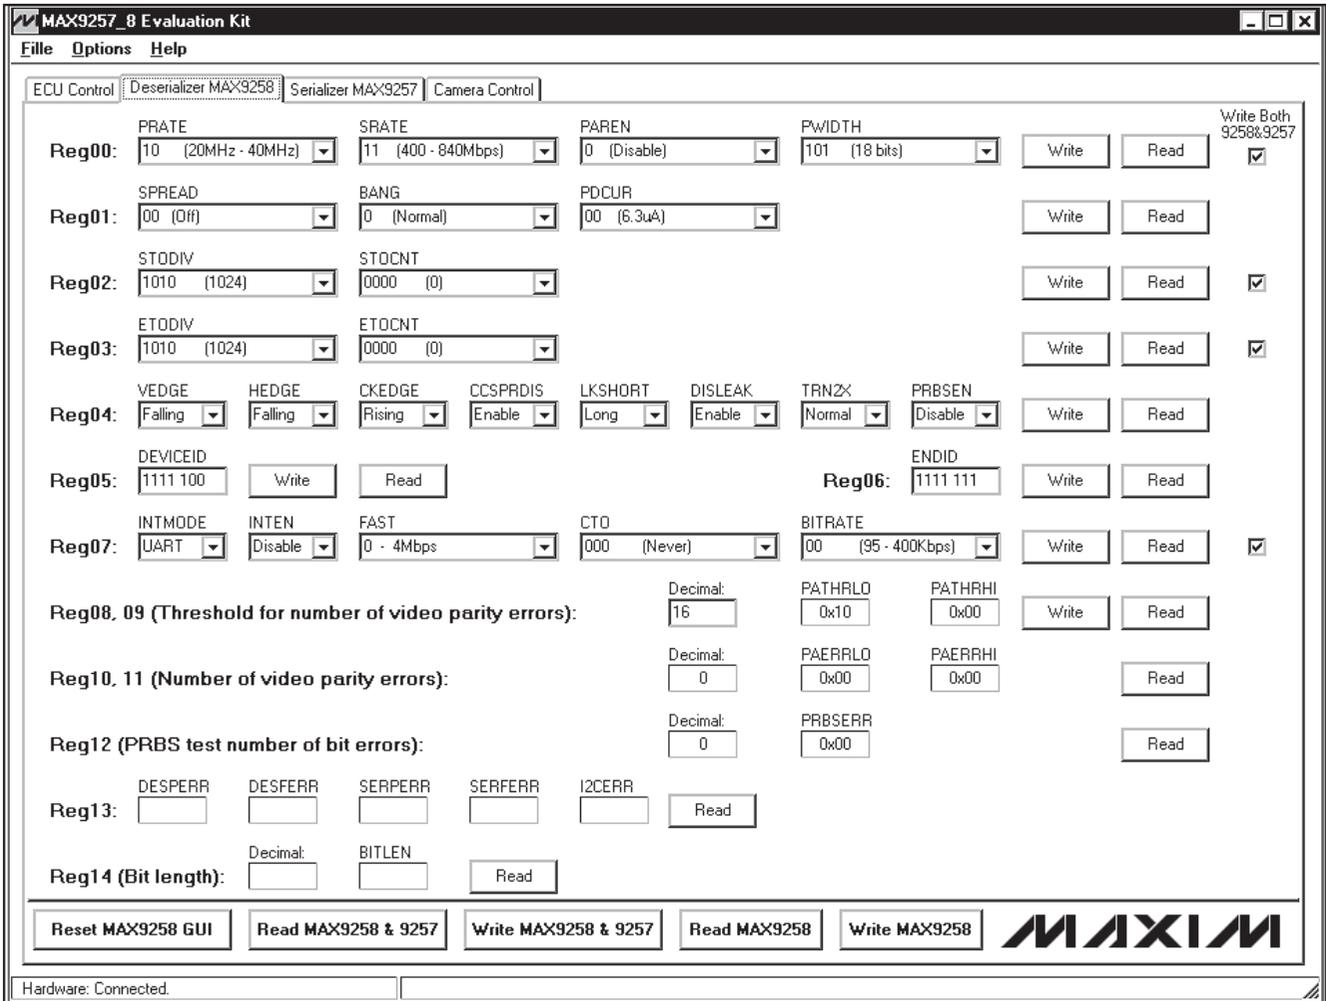

図4. MAX9257/MAX9258の評価キット用ソフトウェア—Deserializer MAX9258タブ
- 17) Deserializer MAX9258タブをクリックして、Deserializer MAX9258タブシート(図4)に移動してください。
Deserializer MAX9258タブシート(図4)では、各レジスタの右にあるWriteまたはReadボタンをクリックすると、ECUがMAX9258のすべてのレジスタに対する書き込みや読み取りを行うことができます。各レジスタの定義については、MAX9257/MAX9258 ICのデータシートを参照してください。
- 3) Deserializer MAX9258タブシート(図4)に移動してください。Read MAX9258 & 9257ボタンをクリックして、GUI上の現在のレジスタ値を更新してください。
- 3) **Deserializer MAX9258**タブシート(図4)に移動してください。Read MAX9258 & 9257ボタンをクリックして、GUI上の現在のレジスタ値を更新してください。